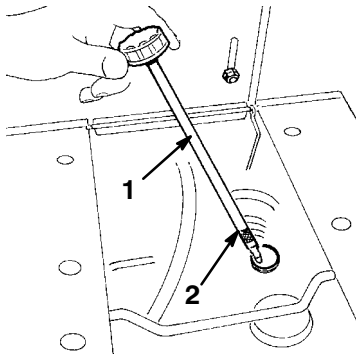

Figure 12
2. Nettoyez la surface autour de la jauge d'huile (Fig. 12) pour éviter que des impuretés s'introduisent dans le goulot de remplissage, ce qui risquerait d'endommager le moteur.
3. Dévissez la jauge d'huile et essuyez soigneusement l'extrémité métallique (Fig. 12).
5. Dévissez la jauge et versez lentement environ 80% de la quantité d'huile spécifiée dans le goulot de remplissage (Fig. 12). Vérifiez le niveau d'huile (voir Contrôle du niveau d'huile, page 24, points 3 à 4).